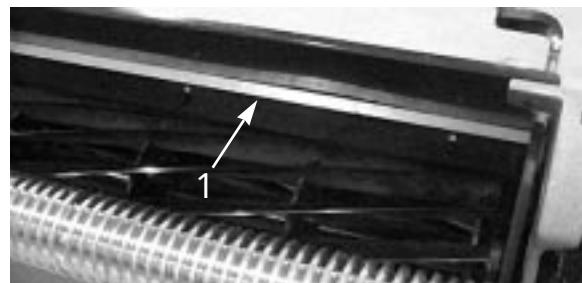

図21
1. バー（図21）をカッティングユニットに固定しているネジをゆるめる。